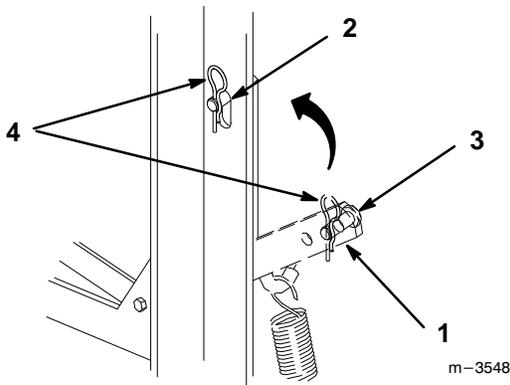

Abbildung 7
2. Splint und Bolzen vom Lenkzwischenhebel entfernen (Abb. 7).
3. Den federbelasteten Lenkzwischenhebel hinter dem PTO-Getriebe nach oben drücken, um den Druck auf den Gebläseriemen zu lösen (Abb. 7).
3. Den federbelasteten Lenkzwischenhebel hinter dem PTO-Getriebe nach oben drücken, um den Druck auf die Feder zu lösen (Abb. 7).
4. Splint und Bolzen aus dem Schlitz im Rahmen entfernen und den Riemen von der Führungsrolle spannen lassen (Abb. 7).
5. Splint und Bolzen zur Lagerung in der äußeren Bohrung des Lenkzwischenhebels anbringen (Abb. 7).